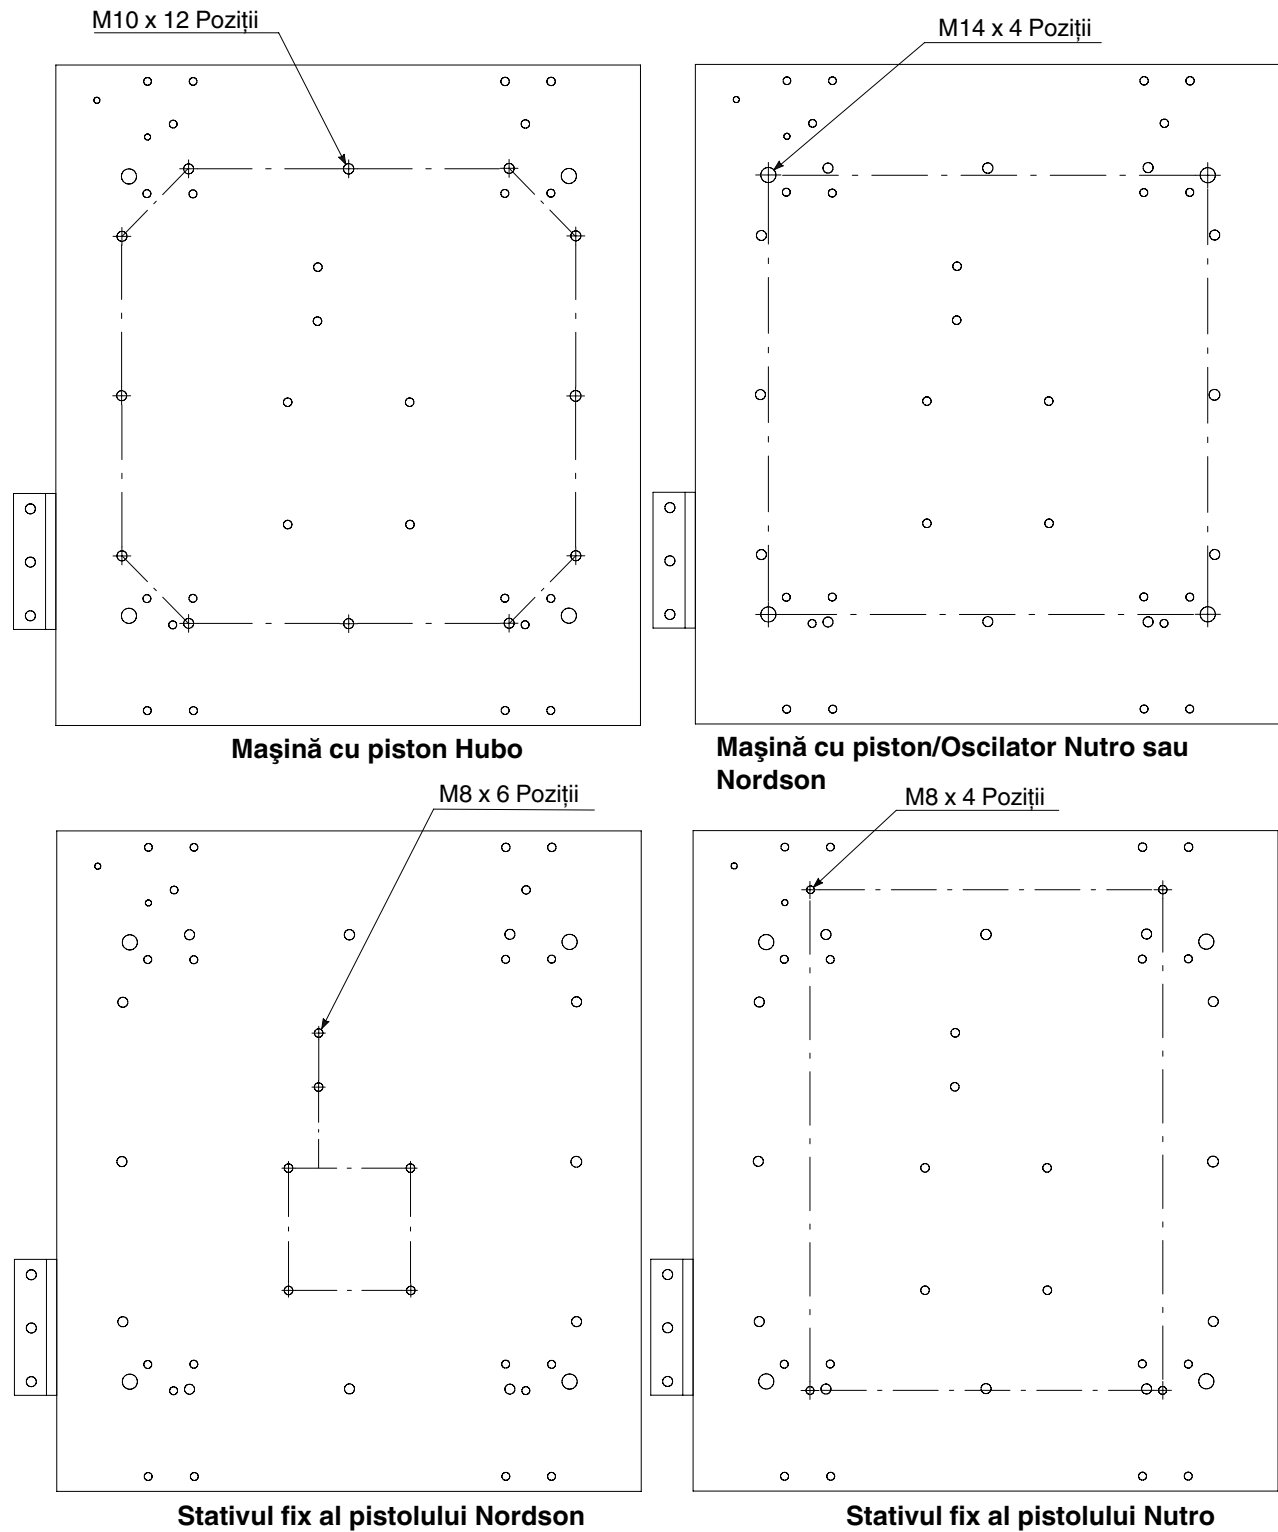

Figura 5 Structuri de orificii ale căruciorului
2. A se vedea Figurile 4 și 5. Folosind echipament de ridicare adecvat, instalați cu atenție oscilatorul, mașina cu piston sau stativul fix al pistolului (1) pe cărucior (2) și fixați-l aici cu ajutorul șuruburilor cu cap hexagonal de dimensiuni potrivite, șaibe de blocare și șaibe plate. Figura 5 prezintă tiparul cu orificiile căruciorului pentru diferite stative fixe ale pistolului, oscilatoare și mașini cu piston.
4. Înșurubați baza poziționerului (3) în podea cu șuruburi de fixare M10 x 75 (4).
5. Pentru a asigura o cale protejată pentru cablurile oscilatorului sau ale mașinii cu piston, montați transportorul cablului (8) și capacul transportorului (7) la poziționer după cum urmează:
- a. Scoateți plăcuțele acoperitoare (9) de la partea superioară a carcasei de acționare.
- c. Montați consola transportorului cablului (6) la transportorul poziționerului așa cum este prezentat, apoi înșurubați partea neasigurată din capăt la consolă.